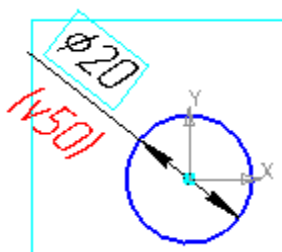

Рис. 11.7. Эскиз 5
6. Выберите Плоскость 6, войдите в режим создания эскиза, постройте **эскиз 5** согласно рис. 11.7..